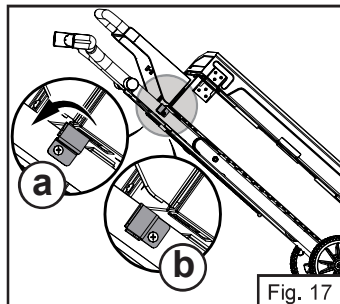

Fig. 17
1. Faire tourner le verrou de pattes en sens antihoraire pour libérer les pattes (Fig. 17).